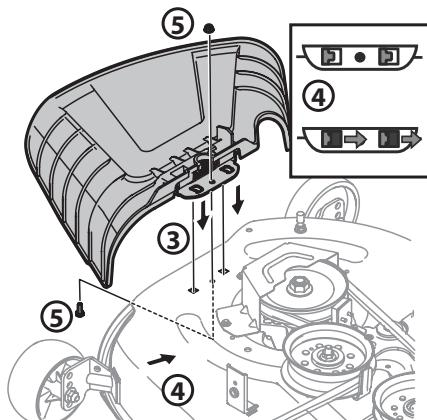

Figure 11
- Placez le déflecteur d'éjection sur le plateau de coupe en insérant les pattes du déflecteur d'éjection dans les trous du plateau de coupe. Voir Figure 11.
- Glissez le déflecteur d'éjection vers l'arrière de l'appareil jusqu'à ce que le trou du boulon sur le déflecteur d'éjection s'aligne avec le trou du plateau de coupe. Voir Figure 11.
- Fixez le déflecteur d'éjection avec l'écrou autobloquant à bride et le boulon hexagonal retirés à l'étape 2. Serrez à un couple de 102-124 po-lb (12 à 14 N·m). Voir Figure 11. Passez à la sous-section Réglage des roues du plateau de coupe.